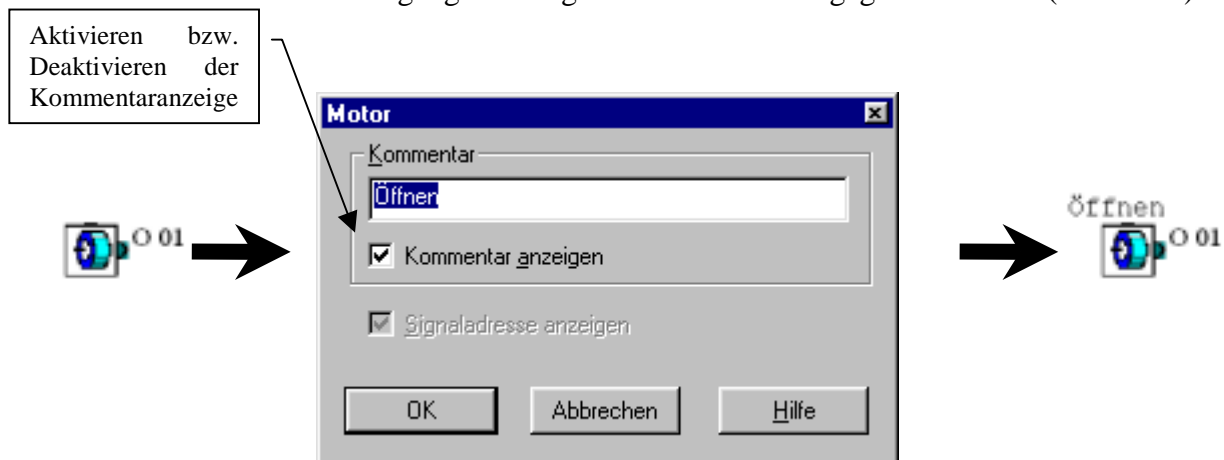

Abb. 1.22 – Hinzufügen von Kommentaren.
- Kommentare zu Blöcken sowie FDB-Titel können durch Doppelklick auf das gewünschte Element eingegeben werden. So kann z. B. die dem Ausgang O01 zugewiesene Aktion angegeben werden (Abb. 1.22):